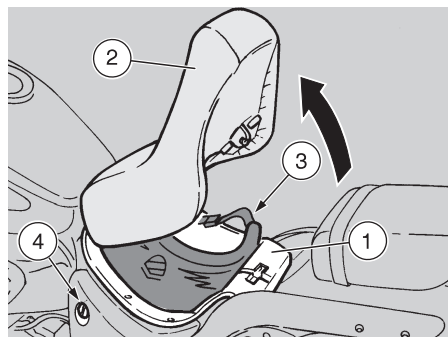

Fig. 9
## COFFRE A CASQUE / DOCUMENTS (Fig. 9)
Le coffre à casque / documents (1) se trouve sous la selle du pilote (2) et peut contenir un casque JET (3). Pour y accéder, insérer la clé de contact dans la serrure (4), la tourner dans le sens des aiguilles d'une montre et soulever la selle (2). Avant de positionner le casque, libérer complètement le coffre; ôter la visière éventuelle du casque et le positionner en maintenant la mentonnière tournée vers le côté droit du véhicule (voir Figure 9). Repositionner les objets éventuels qui ont été enlevés précédemment.